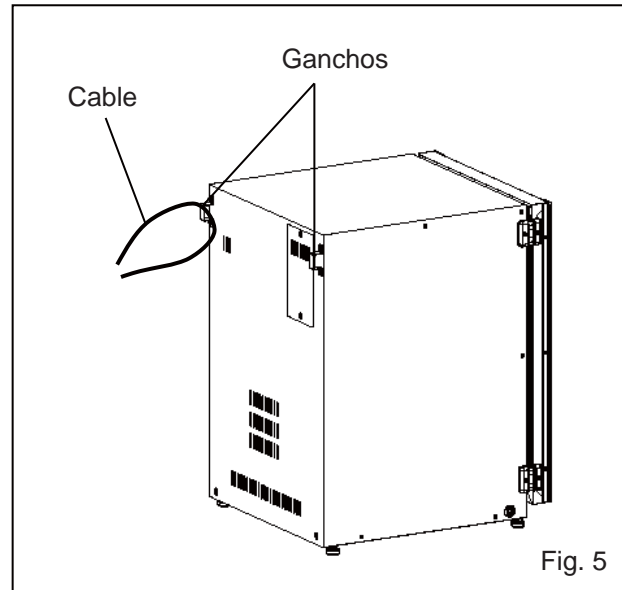

Fig. 5
**Aviso:** Hay dos ganchos en la parte superior del reverso de la incubadora. Cuando apile incubadoras, fije la incubadora superior a la pared con estos ganchos además de con cable o cadena (Fig. 5).
6. Afloje los tornillos en la parte de atrás y extraiga el conducto levantándolo (Fig. 5)